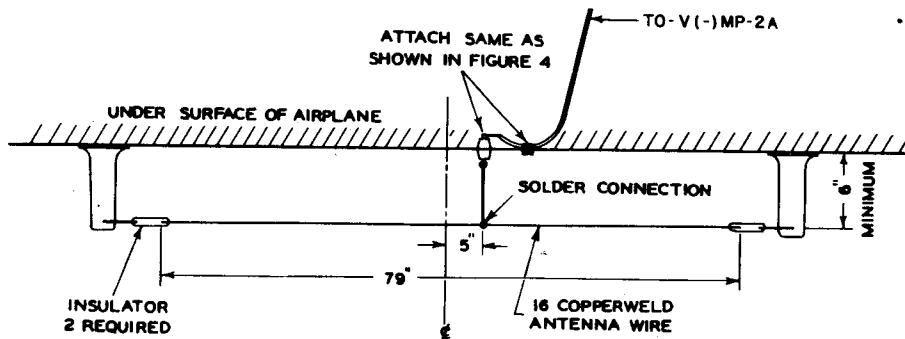

Figure 5. MARKER BEACON ANTENNA—DIAGRAM
E. MARKER BEACON ANTENNA (See Fig. 5)